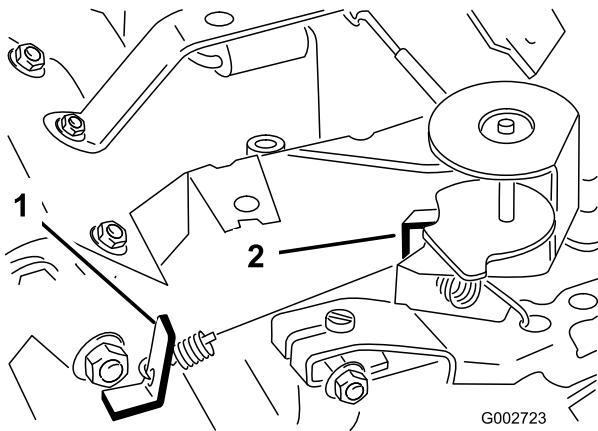

Figura 38
3. Piegate la linguetta di ancoraggio della molla regolata alla minima (Figura 38) per ottenere una minima di
5. Mettete il comando dell'acceleratore in posizione Fast. Piegate la linguetta di ancoraggio della molla della massima (Figura 38) per ottenere una velocità massima di 3400 ± 50 giri/min.